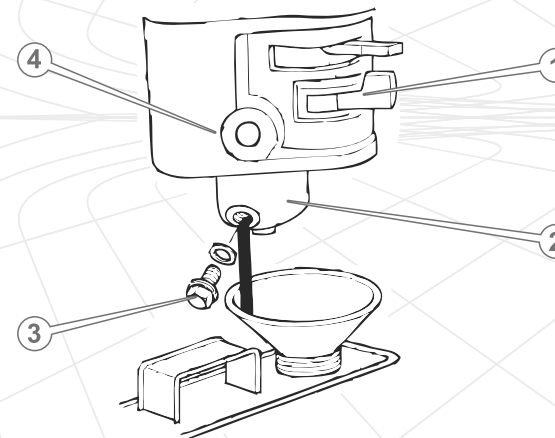

Рисунок 11
5.9. Чистка отстойника (см. рисунок 11)